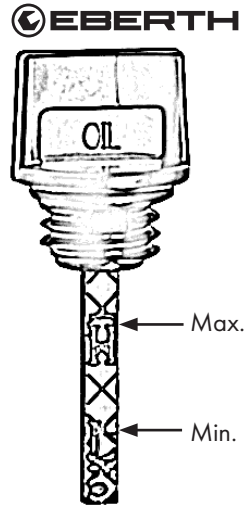

Abbildung 7
- Lesen Sie den Ölstand ab, siehe auch Abb. 7.
Zwischen oberer und unterer Markierung muss ein Ölfilm sein. Falls kein Ölfilm vorhanden ist, ist der Ölstand zu niedrig, Abb. 7. Füllen Sie weiteres Öl nach. H-High steht für Maximum. L-Low steht für Minimum.